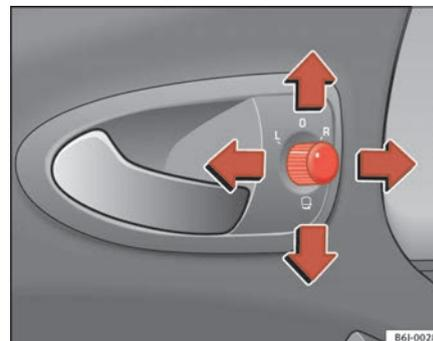

Fig. 63 Interruptor dos espelhos exteriores
1. Rodar o botão giratório ⇒ fig. 63 para a posição **L (espelho retrovisor esquerdo)**.
- Rodar o botão ⇒ página 105, fig. 63 para a posição  para dobrar os espelhos exteriores para dentro. Para evitar danos no veículo, deve recolher os retrovisores exteriores sempre que o veículo entre num túnel de lavagem automática.